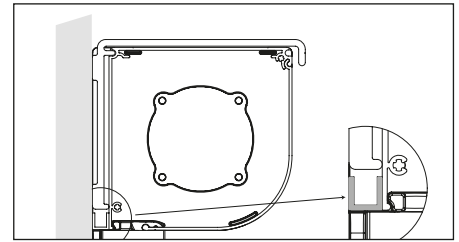

Abb. 31: U-Profil - Höhe horizontal
- Fixiert den Kasten wie die Clipsprofilführungsschienen 725 oder 755, 10 mm von der Rückseite entfernt. Siehe auch Abb. 31 und Seite 21.
A. U-Profil - Höhe horizontal (Abb. 31)